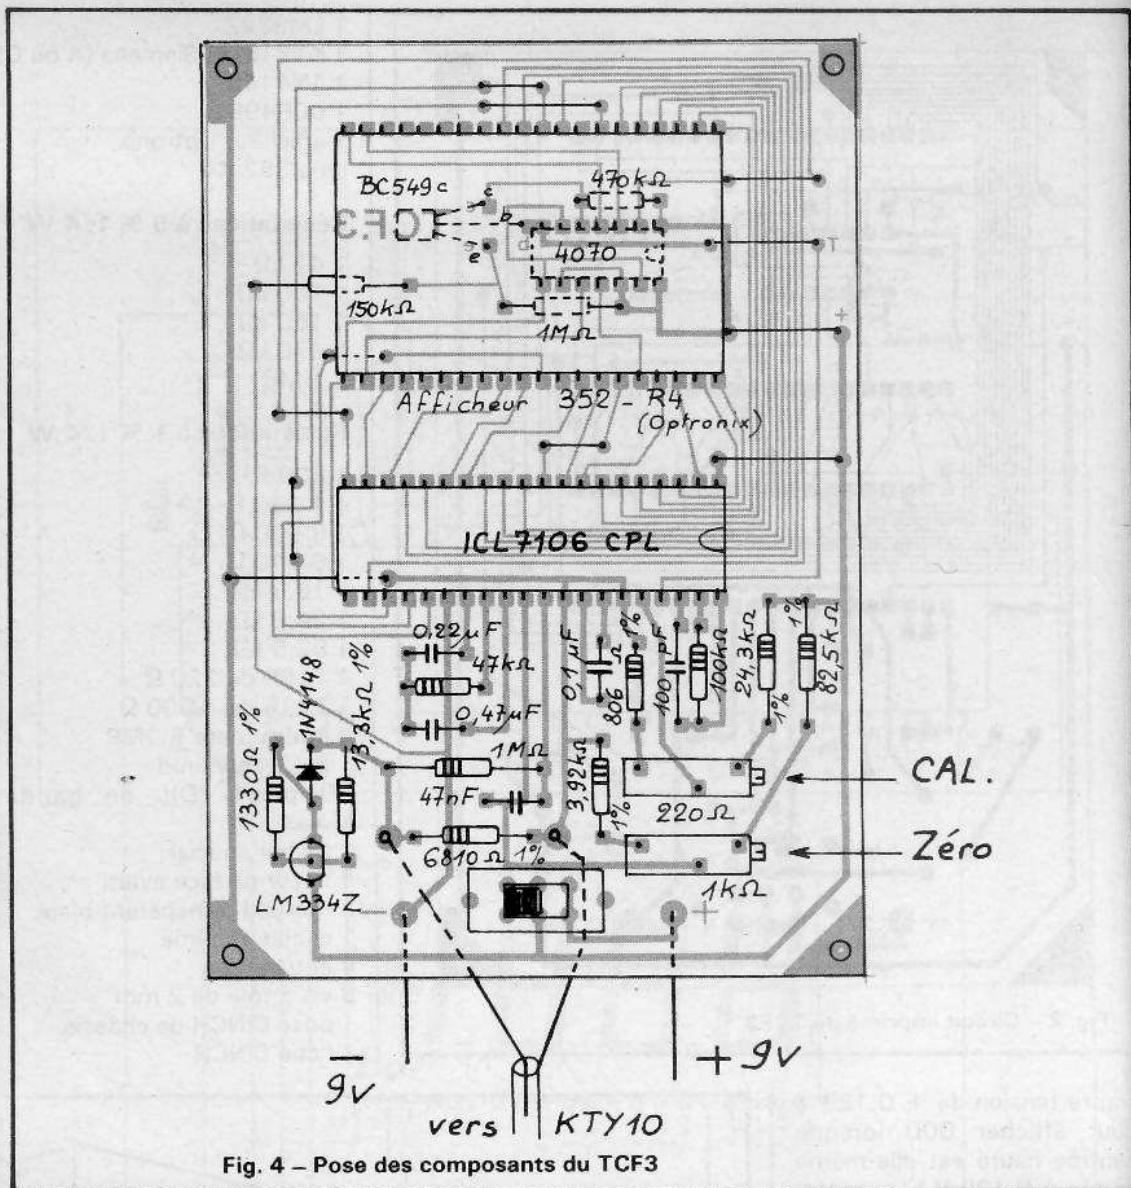

Fig. 4 - Pose des composants du TCF3
4. Montage électrique (voir fig. 4)